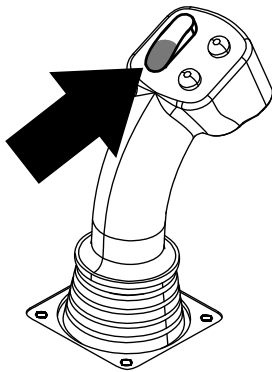

Figure 38
- Maintenez le bas de l'interrupteur à bascule enfoncé (Figure 38) jusqu'à ce que les bras se rétractent et que la came retourne à la position de repos (Figure 39).